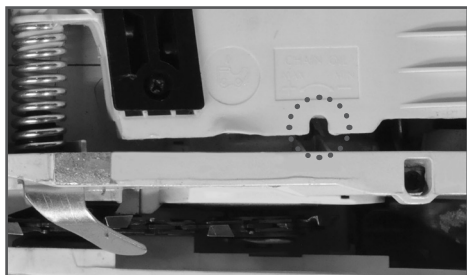

Рис. 8 Винт регулировки подачи масла
3. Количество масла можно корректировать с помощью регулировочного винта, который находится снизу бензопилы (Рис. 8).